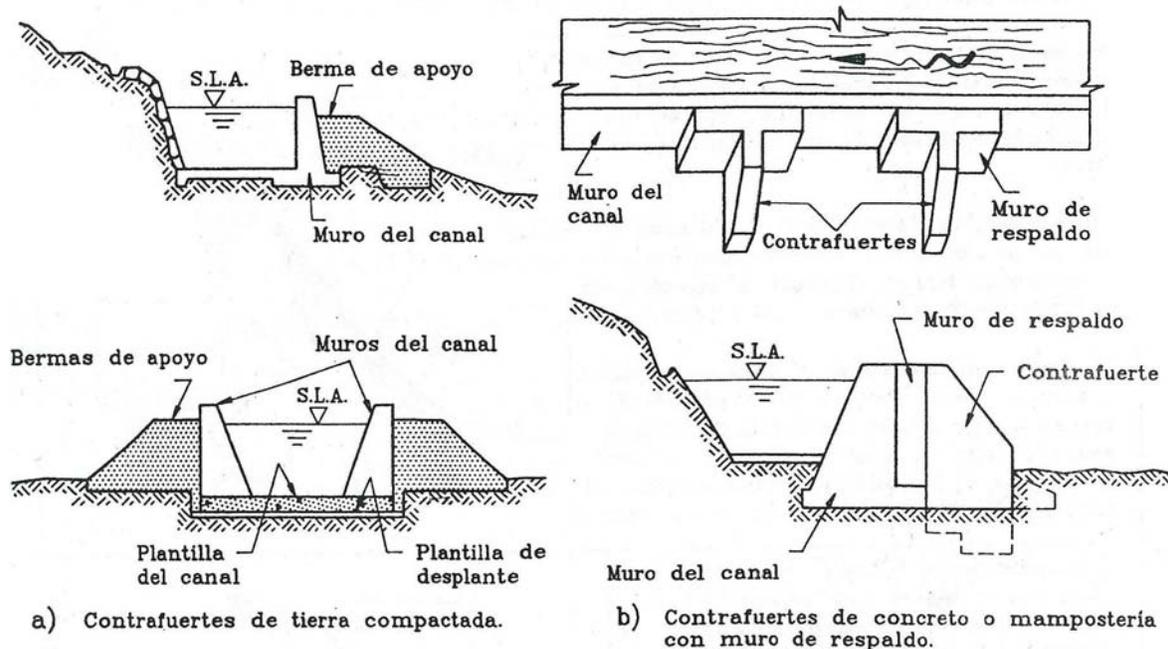

Figura 4.4. Estructuras para apoyo de muros de canales, contra el volteo (CFE, 1991)
- Grietas en muros contenedores de mampostería provocadas por asentamiento y volteo debido a la presión hidrostática. Para su tratamiento véase la Tabla 4.1 y la Figura 4.4.
<p>1. Apuntalar todo el tramo fallado. Si no existen grietas, evaluar visualmente su estabilidad y recomendar: demolición parcial o total, construcción de contrafuertes, bermas o muros de apoyo (figura 4.4).</p> <p>2. Para la reconstrucción del tramo nuevo, considerar lo siguiente:</p> <ol style="list-style-type: none"> <li>a) Revisar y determinar la causa del asentamiento (terreno flojo, filtración de agua en el desplante, socavación en el desplante, etc.).</li> <li>b) Retirar todo el material suelto y sellar las fisuras en el terreno o revestimiento de la plantillas.</li> <li>c) Excavar una zanja para el desplante del muro hasta encontrar terreno firme y sano.</li> <li>d) Colocar una plantilla de concreto ciclópeo, a nivel (escalonar si es necesario) de 10 a 15 cm de espesor.</li> <li>e) Desplantar la mampostería</li> </ol>